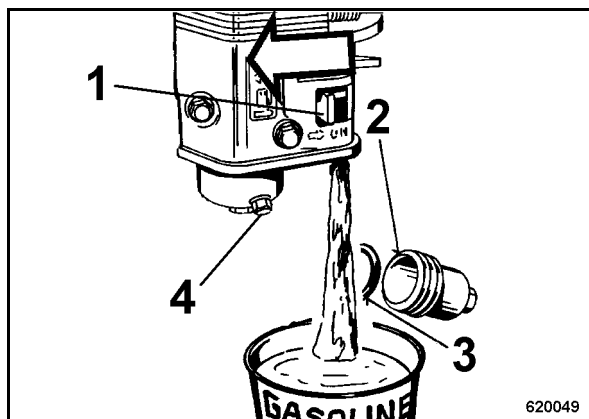

рис. 69
- Открыть топливный кран (1) (рис. 69) в направлении стрелки.
- Отвинтить фильтр осадка на дне бака (2), опорожнить и плотно винтить с новым уплотнительным кольцом (3).
- Отвинтить резьбовую пробку сливного отверстия карбюратора (4), слить топливо из карбюратора и снова винтить пробку.